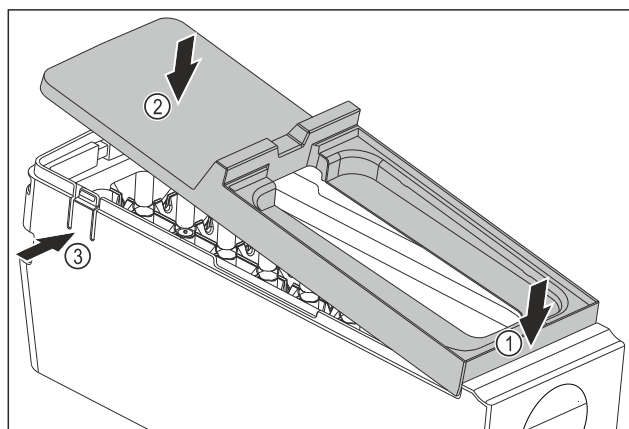

Fig. 147
- ▶ 安装 EasyTwist-Ice 机身的盖板：放置盖板前部。 Fig. 147 (1)
- ▶ 降下盖板后部。 Fig. 147 (2)
- ▷ 盖板卡入到两个接片 Fig. 147 (3) 中，可以听见声音。